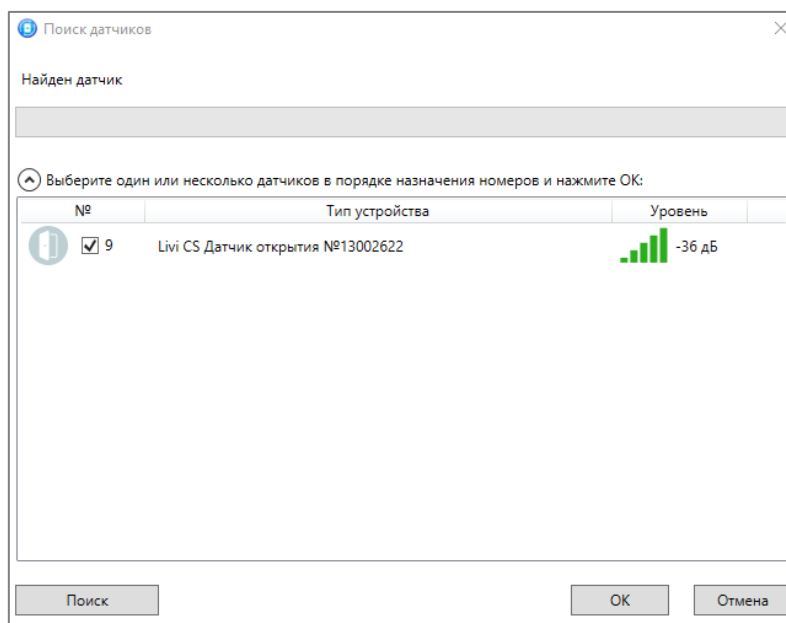

Рисунок 4.44 — Поиск радиоустройства
4. В следующем окне (см. рисунок 4.44) будет отображен список устройств, доступных для связывания в радиусе действия радиоканала. Если подключаемого устройства нет в списке, то его следует повторно перевести в режим связывания (любое устройство серии Livi находится в режиме связывания ровно 60 секунд).